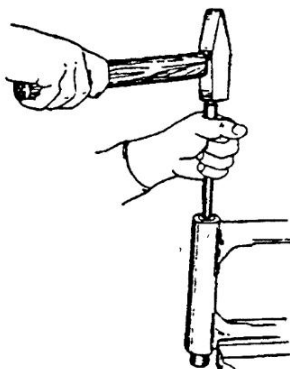

Рис. 6.11. Запрессовка втулок и шайб маятниковой вилки
- закрепить вилку в тисках и при помощи выколотки и молотка выпрессовать втулки и шайбы (рис. 6.11).